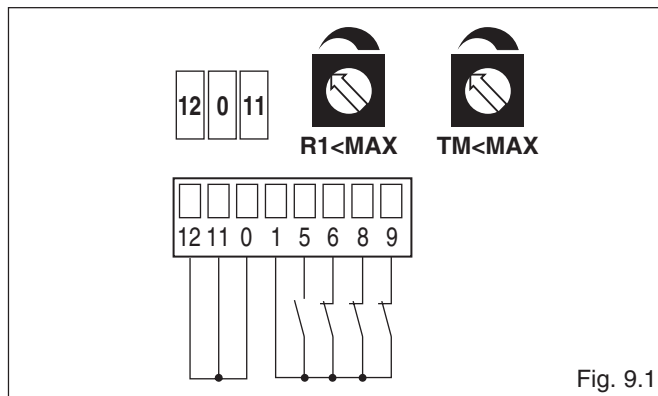

Fig. 9.1
- (Fig. 9.1) **Le vantail exerce une pression sur les butées mécaniques et s'arrête sur les obstacles.** Fixer un temps de manœuvre supérieur de 2-3 s au temps réel que met le vantail ($TM < MAX$) et ponter les bornes 0-11-12.